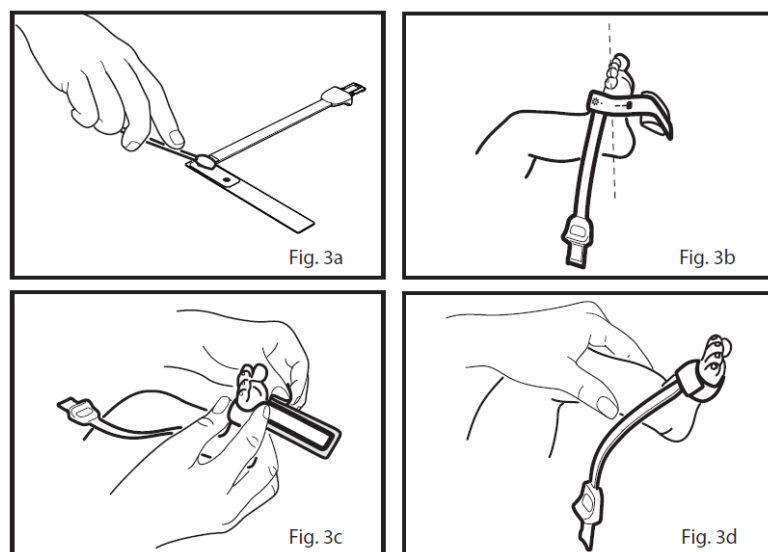

Fig. 21 Application du capteur RD SET pour les nouveau-nés et les prématurés
- 2 Voir fig. 3a dans Fig. 21 : Pour les peaux fragiles, l'adhésivité de l'adhésif de qualité médicale peut être diminuée ou éliminée en tamponnant les zones adhésives avec une boule de coton ou de la gaze.
- 3 Voir fig. 3b dans Fig. 21 : Dirigez le câble du capteur vers la cheville (ou le poignet).
- 5 Voir fig. 3c dans Fig. 21 : Enroulez l'adhésif/la mousse autour de la face latérale du pied (ou de la main) et assurez-vous que la fenêtre de l'émetteur (étoile rouge) soit alignée directement en face du détecteur. Veillez à maintenir un alignement correct des fenêtres du détecteur et de l'émetteur lorsque vous fixez l'adhésif/la mousse pour fixer le capteur.
- 6 Voir fig. 3d dans Fig. 21 : Vérifiez le positionnement correct.